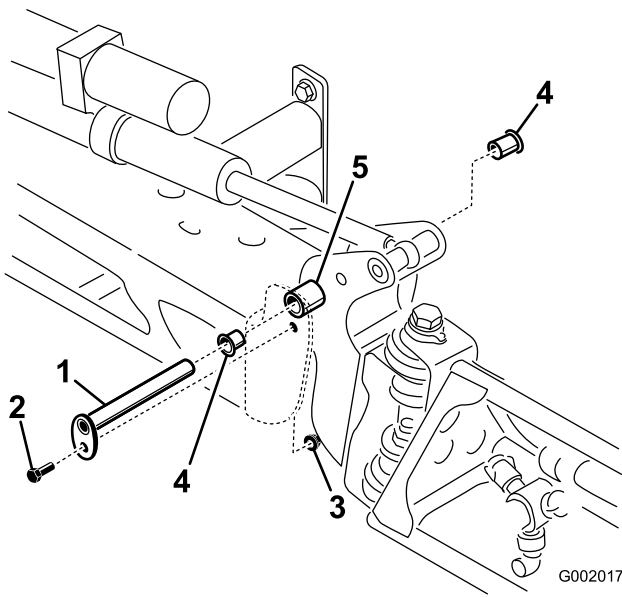

Figura 53
3. Con el peso del brazo apoyado, retire el perno y la tuerca que fijan el pasador de giro al conjunto del brazo (Figura 53). Retire el pasador de pivote.
5. Retire los casquillos de nylon desde delante y desde detrás del soporte del pivote e inspecciónelos (Figura 53). Sustituya cualquier casquillo dañado.
7. Instale el conjunto de brazo y soporte del pivote en el bastidor central, alineando los orificios (Figura 53).